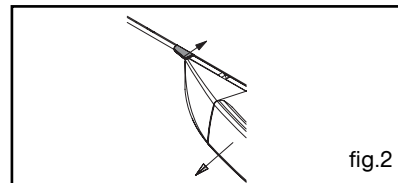

fig.2
- Skub håndtaget, og åbn lågen (fig.2).